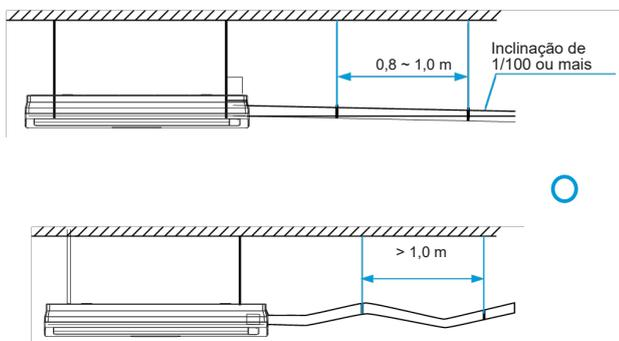

Figura 5.1
4. Para evitar que o refluxo de água entre no interior do ar condicionado assim que este pare, deve inclinar o tubo de condensados para baixo e na direção do exterior (lado da drenagem) com uma inclinação superior a 1/100. Certifique-se de que o tubo de condensados não incha nem armazena água, caso contrário, emitirá sons estranhos. Veja a Figura 5.1.
5. Ao conectar o tubo de condensados, não puxe os tubos com força para evitar que as ligações do tubo de sucção de água fiquem soltas. Enquanto isso, defina um ponto de apoio a cada 0,8~1 m para evitar que os tubos de condensados se dobrem. Veja a Figura 5.1.